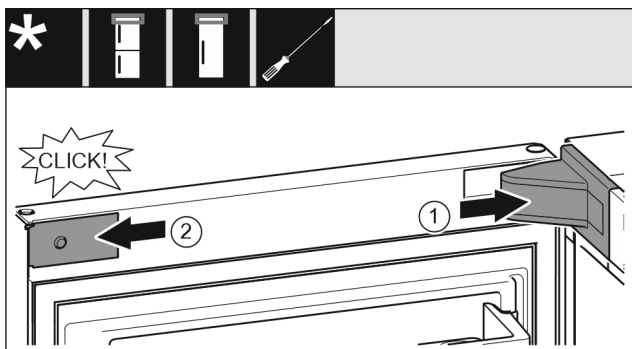

Fig. 23
- ▶ Поставете и фиксирайте капача на лагерната стойка, при нужда внимателно го натиснете настрани. Fig. 23 (1)
- ▶ Поставете странично капачката и я фиксирайте. Fig. 23 (2)